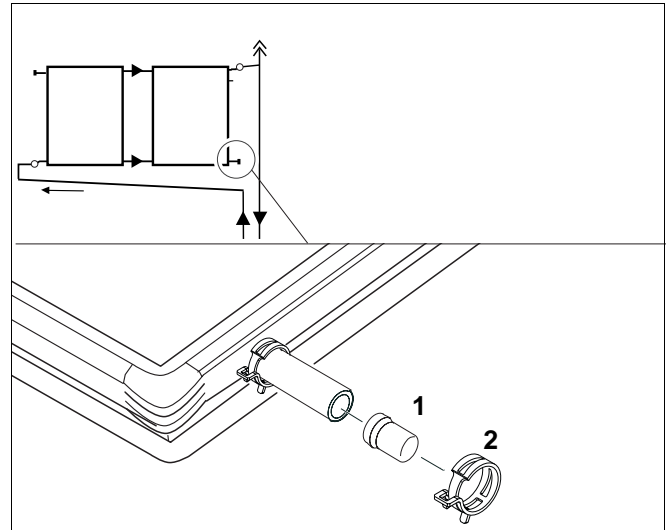

Abb. 18 Anschluss der Kollektoren (Blindstopfen)
- Hierzu den Blindstopfen (Abb. 18, Pos.2) mit der Wulst zuerst in den kurzen Solarschlauch einstecken.
- Schieben Sie die Federbandschelle (Abb. 18, Pos.2) bis zur Wulst des Blindstopfens (Abb. 18, Pos.1). Ist der Sitz der Federbandschelle korrekt, können Sie den blauen Sicherungsring ziehen.